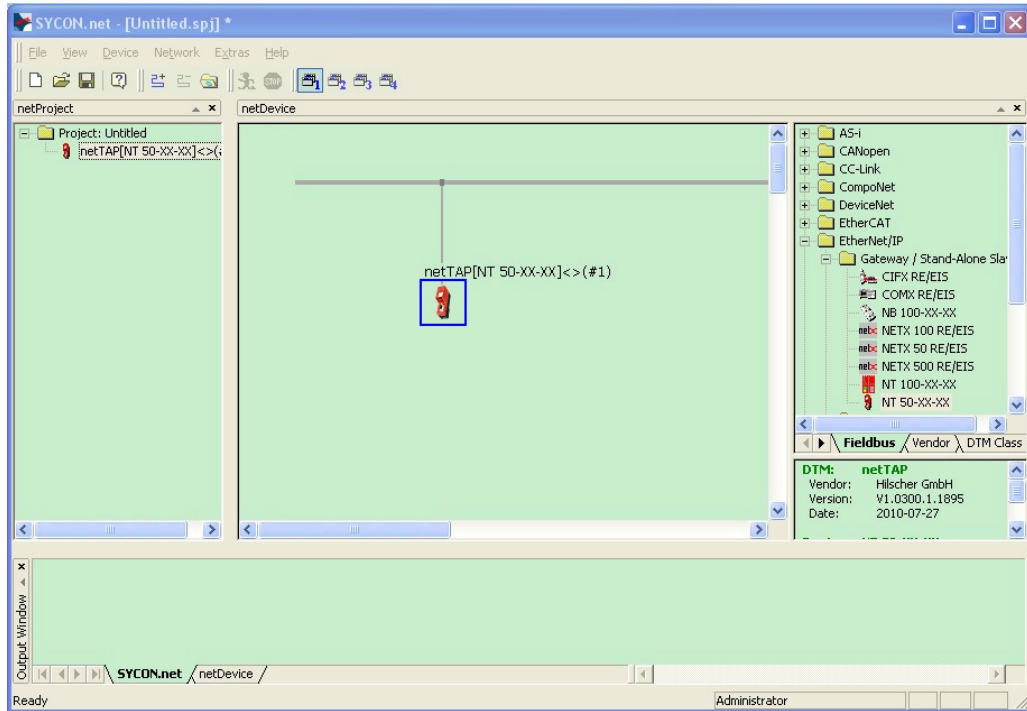

图 18
2) 在软件界面右侧选择Fieldbus栏，将“PROFINET IO”（或“Modbus RTU”）“Gateway / Stand-Alone Slave”文件夹展开，将NT50图标拖放至界面中间的灰线处，如图18所示：